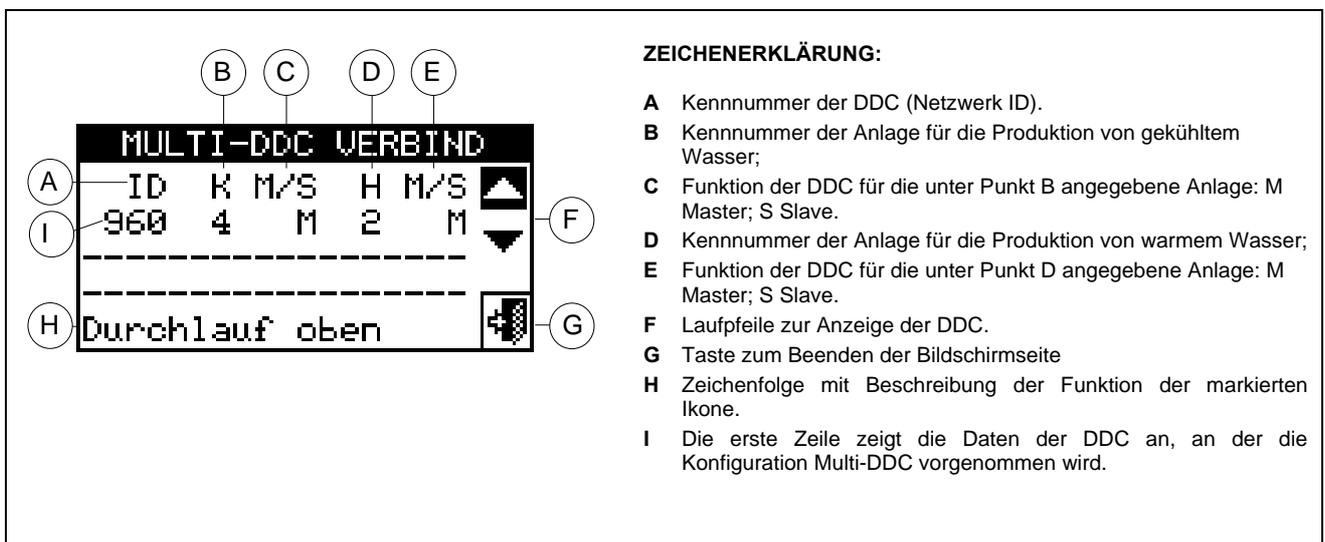

Abbildung 18 – BEISPIEL EINER BILDSCHIRMSEITE FÜR DAS MENÜ EINHEITEN-KONFIGURATION
Die Displays aller DDC beginnen, Informationen zu sich selbst und zu den anderen vorhandenen DDC anzuzeigen (siehe Abbildung 18). Auf der ersten Zeile werden Informationen zu der DDC angezeigt, an der die Daten angezeigt werden. Die nächsten Zeilen beziehen sich auf die anderen DDC im Netz. In der nachstehenden Abbildung sind die Parameter dargestellt, die während der Konfiguration eines Multi-DDC angezeigt werden.
- 7 - Es wird eine Bildschirmseite angezeigt, auf der alle in Abbildung 18 beschriebenen Daten zu der DDC erscheinen, an der die Konfiguration Multi-DDC vorgenommen wird.